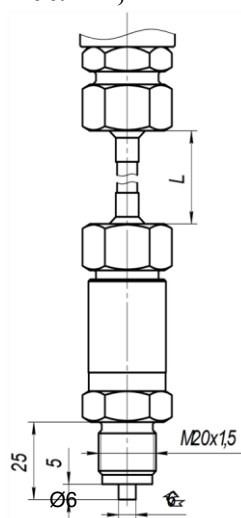

Рисунок 1
- выносной сенсор с кабелем длиной L (м) - код ВС«L» (рисунок 1) Максимальная длина кабеля – 5м.